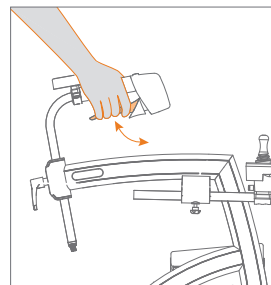

Figure 68: Relâcher le frein de stationnement.
- d. Pour sortir le rollator de la position de stationnement, serrez à nouveau les poignées de frein et relâchez-les (**Figure 68**). Le rollator n'est plus en position de stationnement.